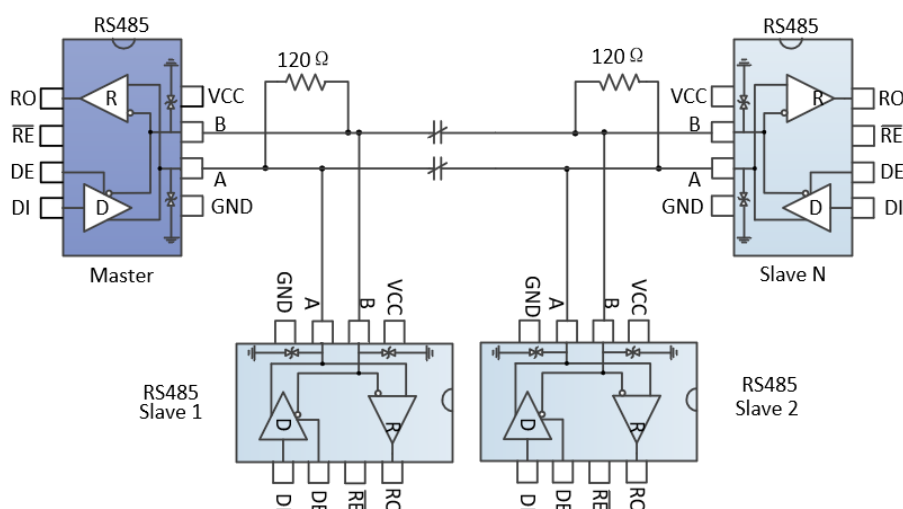

图 9 总线式 RS485 半双工通讯网络
4.1 总线式组网：MAX3485ESA+T RS485 收发器设计用于多点总线传输线上的双向数据通信。图 9 显示了典型网络应用电路。这些器件也能用作电缆长于 4000 英尺的线性转发器，为减小反射，应当在传输线两端以其特性阻抗进行终端匹配，主干线以外的分支连线长度应尽可能短。